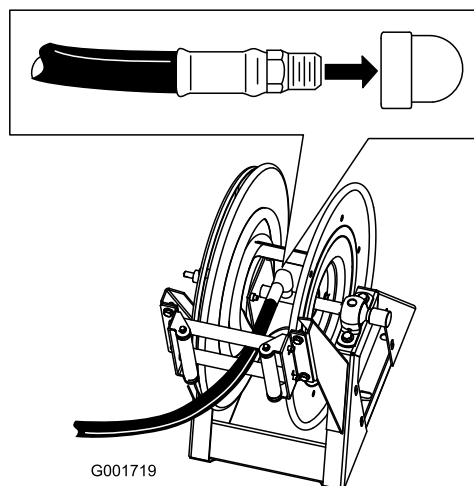

Figura 14
1. Aplique fita de Teflon® em torno das estrias do encaixe na tubagem longa, e instale o encaixe no tubo de ligação da bobina (Figura 14).